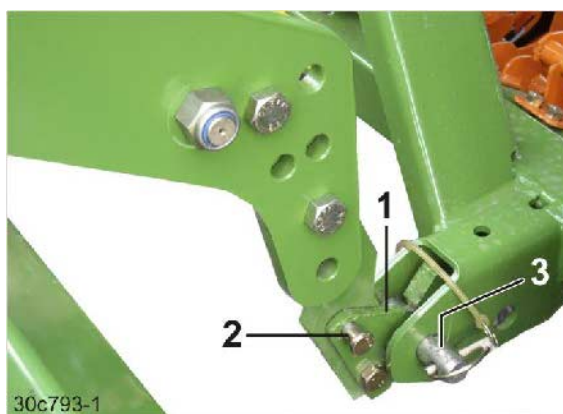

Fig. 89
2. Débloquer les pattes de blocage (Fig. 89/1).
- 2.1 Tirer les axes (Fig. 89/2) pour les sortir.
5. Réceptionner les points d'articulation inférieurs (Fig. 89/3) du semoir avec les crochets.
7. Pivoter les pattes de blocage (Fig. 89/1) et les fixer en utilisant respectivement un axe (Fig. 89/2). Bloquer les axes avec des goupilles d'arrêt.